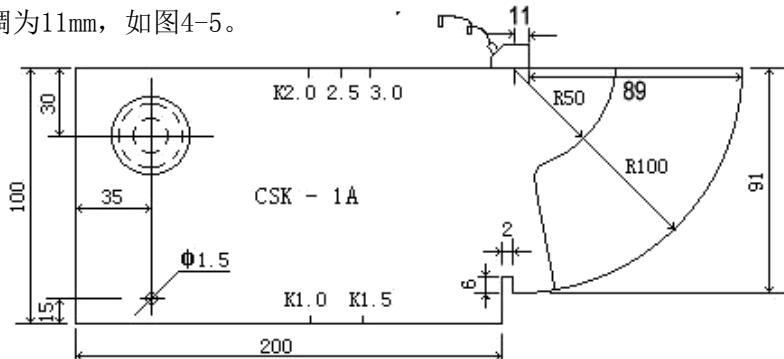
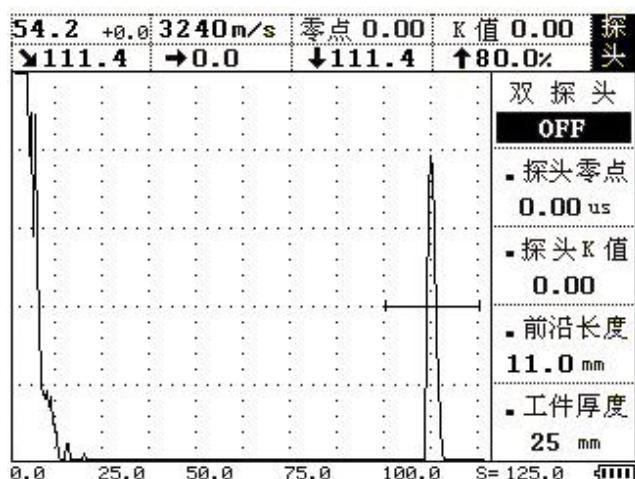

图 4-4
图 4-5
3、校准探头前沿：将探头放在试块上并移动，使得 R100mm 的圆弧面的反射体回波达到最高，用直尺量出探头前端面 89mm，此时探头的前沿值为 $100 - 89 = 11\text{mm}$ 。如图 4-4 所示，之后按  键进入探头菜单，再用  (上) 或  (下) 键调整到探头前沿子菜单，再按  (左) 或  (右) 键将探头前沿值调为 11mm，如图 4-5。